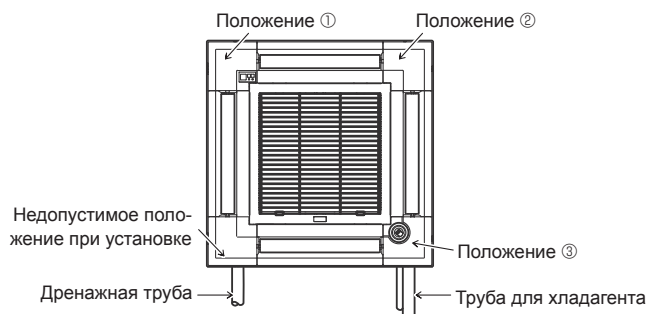

Fig. 6-11
Для главного прибора нельзя устанавливать угловую панель приемника сигналов на стороне дренажной трубы. (См. Fig. 6-11)
- Угловая панель i-see Sensor должна крепиться на вентиляционную решетку ① винтом ③.
- Если положение i-see Sensor было изменено с положения по умолчанию (положение ③) на другое положение, измените настройки функции. (Fig. 6-11)
- Для главного прибора невозможно установить угловую панель i-see Sensor на стороне дренажной трубы. (См. Fig. 6-11)